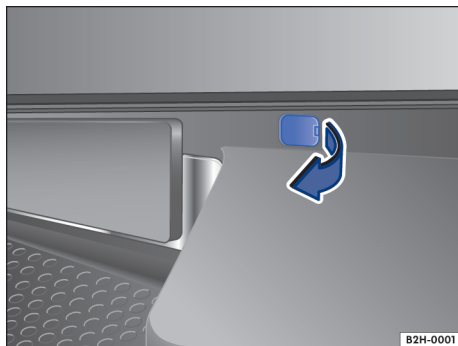

Fig. 186 Capa de cobertura no para-choque.
Conforme a versão do modelo, o parafuso para girar para baixo a roda sobressalente ou a roda de emergência se encontra sob uma capa de cobertura → Fig. 186 no para-choque ou à direita ao lado do suporte da placa de licença.
- Alavancar para fora a capa de cobertura com o lado plano da chave de fenda das ferramentas de bordo, na direção da seta → Fig. 186. ▶